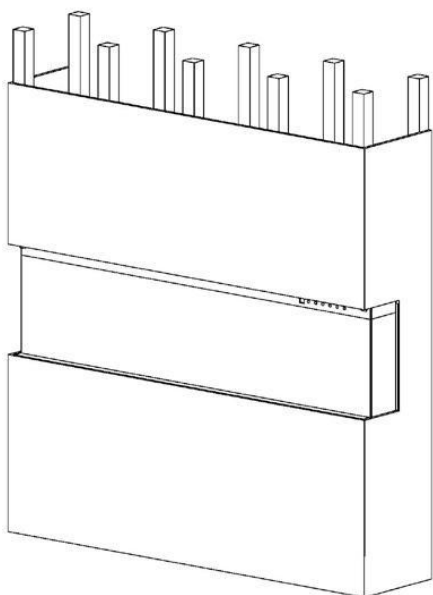

Fig.3-4
7. Przykryj szklany front folią ochronną i przymocuj sklejkę lub płytę gipsowo-kartonową. Fig.3-4